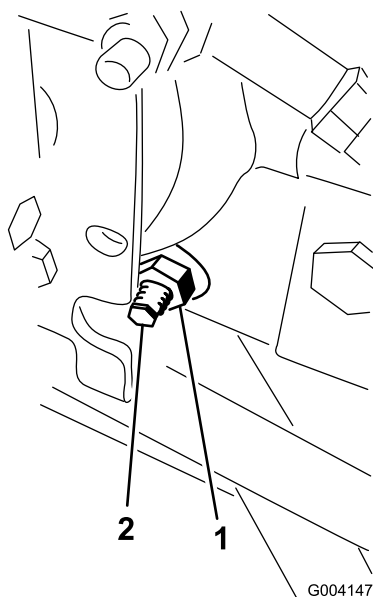

Figura 47
3. No lado direito do hidrostato, solte a porca de bloqueio no excêntrico de ajuste da tracção (Figura 47).